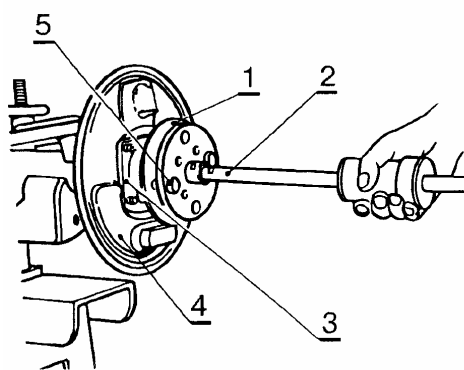

Рис.6 Выпрессовка полуоси:
3.13 Присоединить к полуоси 1, рис.6, съемник 2 болтами 5, выпрессовать съемником 2 полуось в сборе (съемник 67.7801-9516, ключ гаечный 19).